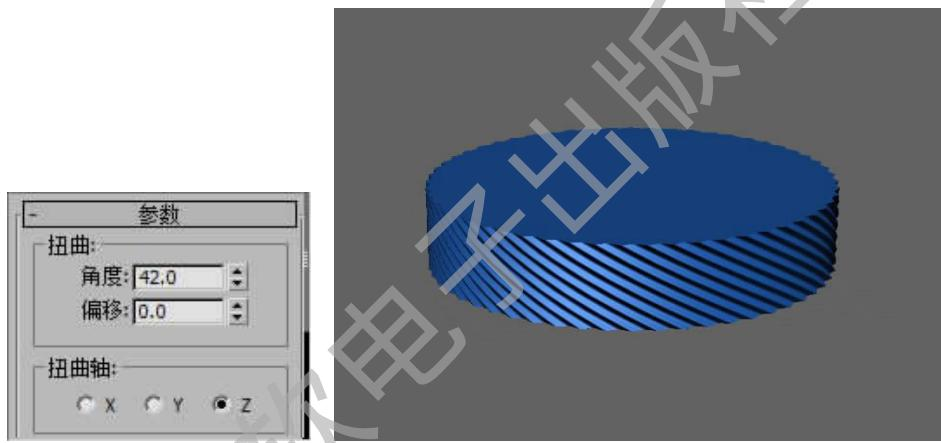

图 2-59 扭曲
Step 3. 进入修改面板，在修改列表中选择扭曲修改器，如图 2-59 示。